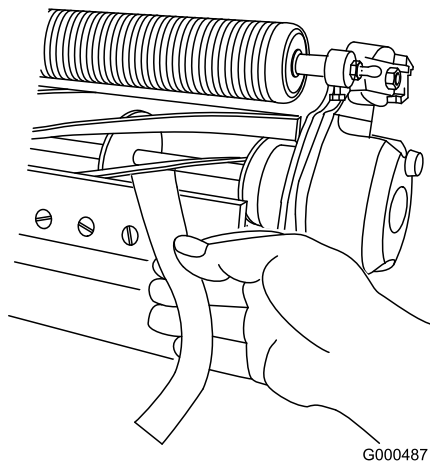

Figura 11
11. Verificate le prestazioni di taglio inserendo una lunga striscia di carta di verifica del taglio (n. cat. Toro 125-5610) tra il cilindro e la controlama, perpendicolarmente alla controlama (Figura 11). Ruotate lentamente il cilindro in avanti; questa operazione dovrebbe tagliare la carta